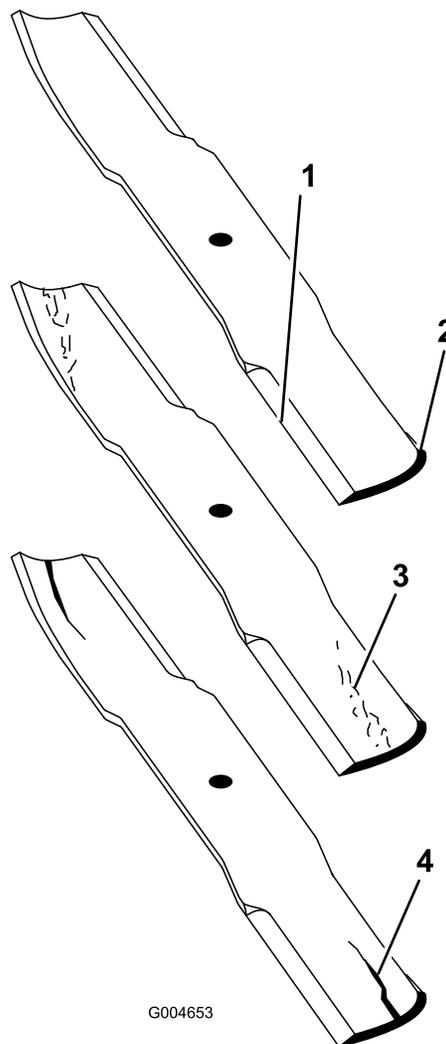

Рисунок 86
2. Осторожно проверьте режущие кромки ножей, особенно в точке соединения плоской и изогнутой частей ножа (Рисунок 86).
Примечание: Так как песок и абразивные материалы могут вызвать износ металла, соединяющего плоскую и изогнутую части ножа, проверьте нож перед использованием газонокосилки. Если нож изношен (Рисунок 86), замените его.